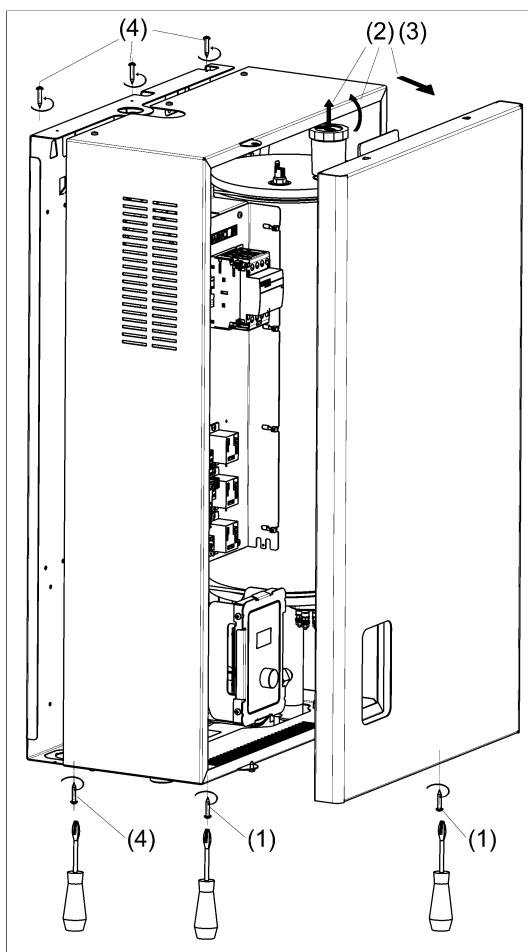

Рисунок 5. Снятие лицевой панели и кожуха
(1) Проверьте прочность стены (вертикального основания) на которую планируется установка прибора. При необходимости выполните усиление стены. Выполните разметку отверстий в стене под крепление прибора, размеры для крепления приведены в **Приложении А**.
(2) Просверлите отверстия в основании, на которые планируется крепить прибор.
(3) Снимите кожух прибора (см. рис. 5).
(4) Выполните установку и фиксацию прибора на вертикальное основание.
(5) Выполните электрическое подключение прибора к сети и электромонтаж других компонентов (3-ходовой клапан ГВС, датчики температуры и т.п) согласно **требованиям раздела 6**.
(6) Установите кожух прибора.
- (1) Выверните два самореза с нижнего торца панели (см. рис. 5).
- (2) Выдвиньте лицевую панель на себя и слегка приподнимите.
- (3) Уберите панель в сторону в безопасное место.
- (4) Выверните саморезы с нижнего и верхнего торца кожуха прибора.
- (5) Снимите кожух.